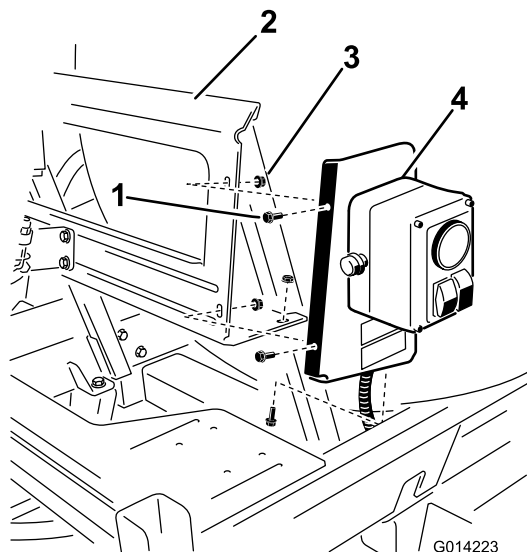

Figura 6
2. Montate il gruppo sulla staffa di montaggio servendovi di 3 bulloni (1/4 x 5/8 poll.) e 3 dadi di bloccaggio (1/4 poll.) come illustrato in Figura 6.